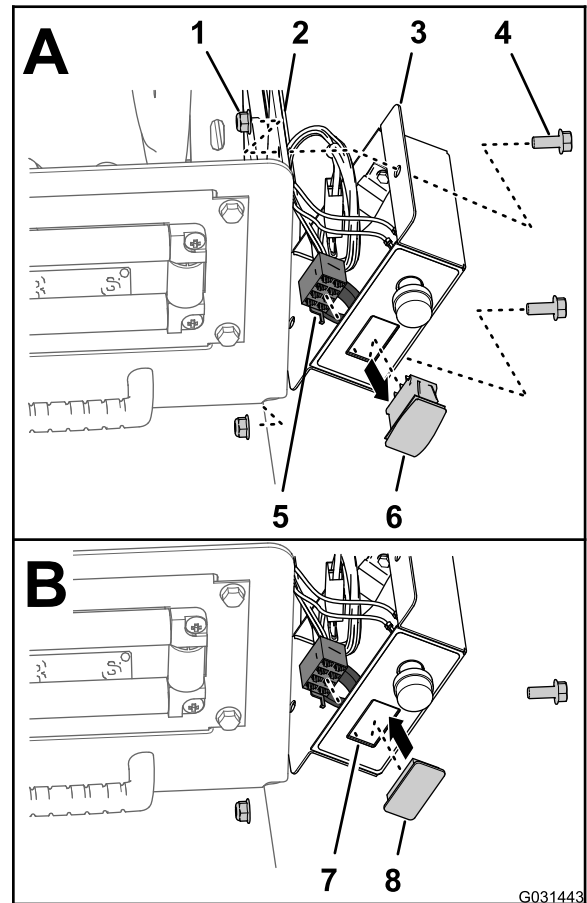

Рисунок 7
1. Удалите 2 болта (5/16 x 3/4 дюйма) и 2 контргайки (5/16 дюйма), которые крепят блок управления к монтажной плите барабана (Рисунок 7).
2. Отсоедините 8-гнездовой разъем жгута проводов блока управления от переключателя РЕГУЛИРОВКИ ДАВЛЕНИЯ (Рисунок 7).
3. Проложите 8-гнездовой разъем внутрь блока управления (Рисунок 7).
4. Сожмите фиксирующие выступы переключателя РЕГУЛИРОВКИ ДАВЛЕНИЯ и выдавите переключатель из блока управления (Рисунок 7).
5. Совместите заглушку переключателя с отверстием в блоке управления, откуда был извлечен переключатель (Рисунок 7).
надежно зафиксировав ее в крышке (Рисунок 7).
7. Совместите блок управления с монтажной плитой барабана (Рисунок 7) и прикрепите блок к плите с помощью двух болтов (5/16 x 3/4 дюйма) и двух контргаек (5/16 дюйма).